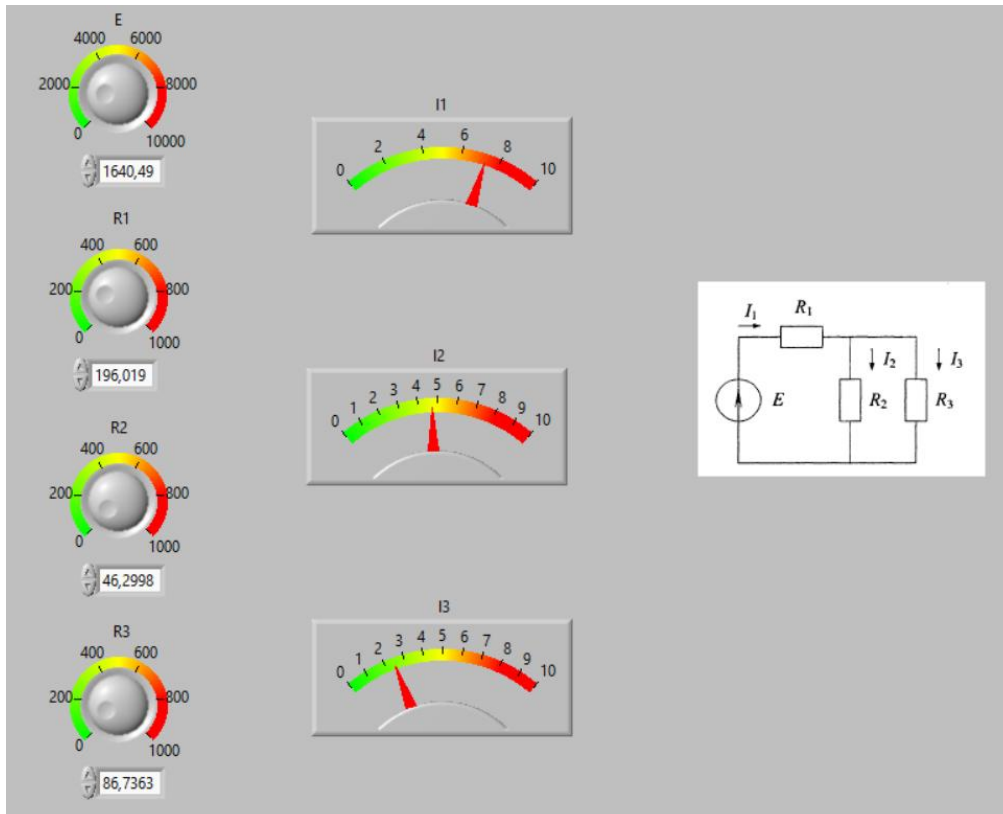

Рис.2.10. - Передняя панель с измененными элементами управления
- Аналогично изменим остальные элементы управления, чтобы передняя панель выглядела так, как показано на рис.2.10.